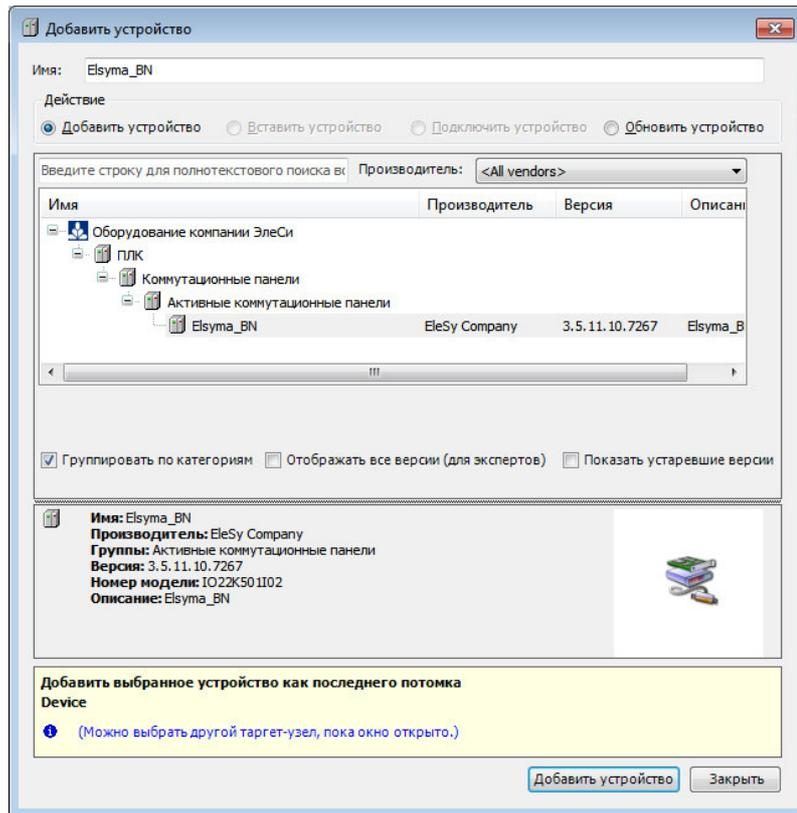

Рисунок 3.6 - Окно добавления устройств
2. В окне «*Добавить устройство...*» найти группу «*Устройство*». В поле **Производитель:** следует выбрать *EleSy Company* и выбрать устройство *Elsyma_BN* после чего нажать кнопку «*Добавить устройство...*» (рисунок 3.6).